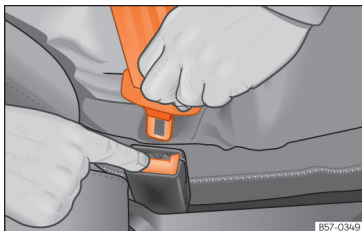

Fig. 23 Eliberați limba centurii de siguranță.
- Apăsând butonul roșu de pe cataramă » » fig. 23. Limba centurii va fi eliberată din cataramă.